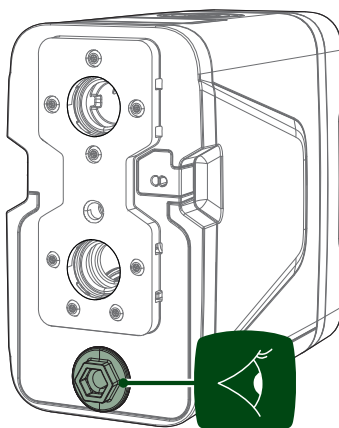

Fig. 14 Tapón de vaciado
7. Proceda a vaciar completamente la bomba desenroscando y quitando con cuidado el tapón de drenaje (véase la Fig. 14 Tapón de vaciado) y deje que salga el agua del interior. Si, durante la operación, se quita o afloja lo suficiente también el